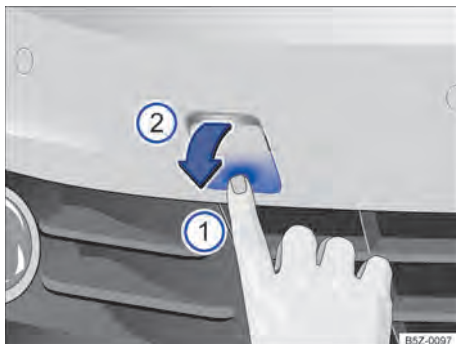

Fig. 187 No para-choque dianteiro à direita: soltar e remover a cobertura.
O alojamento para a argola de reboque rosqueável está localizado à direita do para-choque dianteiro, atrás de uma cobertura \Rightarrow Fig. 187.
- Pressionar na área inferior da cobertura \Rightarrow Fig. 187 ① para soltar o travamento da cobertura.
- Retirar a cobertura para frente ② e deixá-la pendurada no veículo.